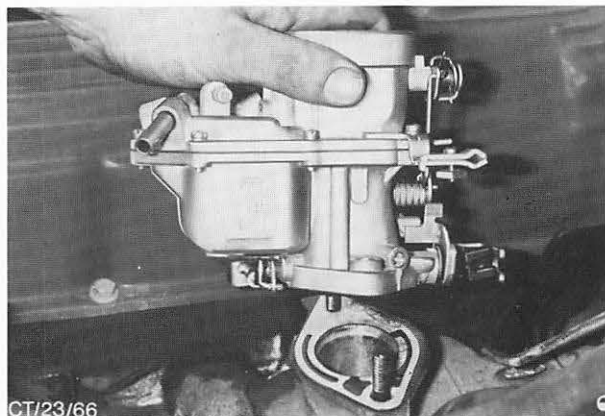

Abb. 39 Vergaser ausbauen
8. Muttern (2) mit Scheiben entfernen und Vergaser kompl. abheben. Abb. 39.